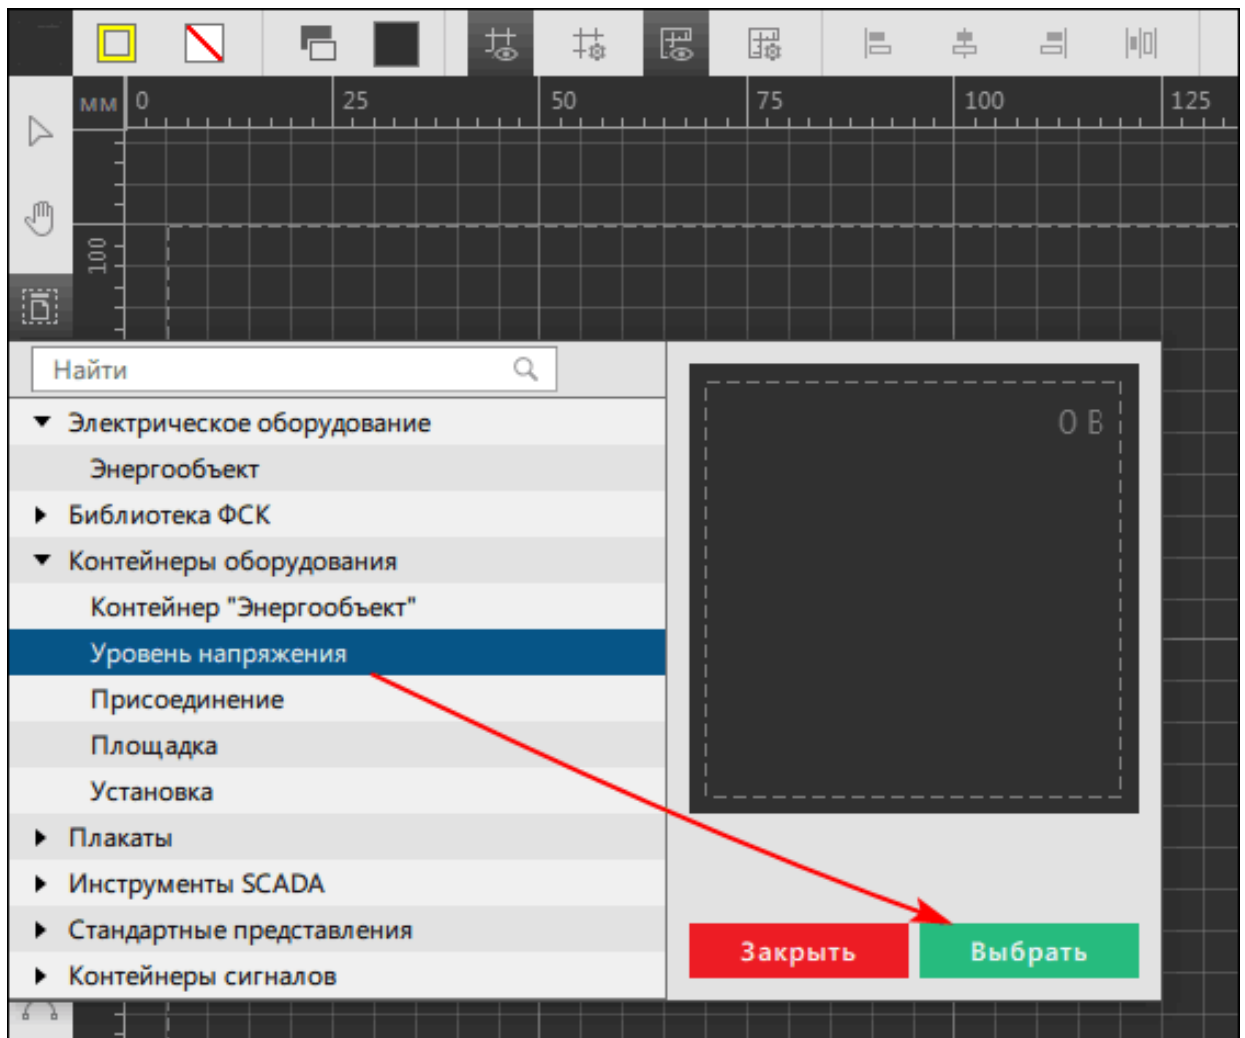

Рисунок 361 - Добавление уровня напряжения
4. Нажмите на инструмент **Графическое представление** и выберите **Уровень напряжения** (Рисунок 361).